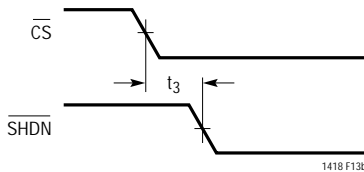

図13b. CSからSHDNのタイミング
完全14ビット精度では0.05%にセトリングしなければならないため、より低速になります。スリープ・モードのウェイクアップ時間は、REFCOMP(ピン4)に接続されたコンデンサの値によって決まります。ウェイクアップ時間は推奨される10 μ Fコンデンサでは30msです。シャットダウンはピン2 α (SHDN)で制御され、SHDNが“L”のときにADCはシャットダウン状態になっています。シャットダウン・モードはピン2 β (CS)で選択され、“L”のときナプ(図13bを参照)“H”のときスリープを選択します。